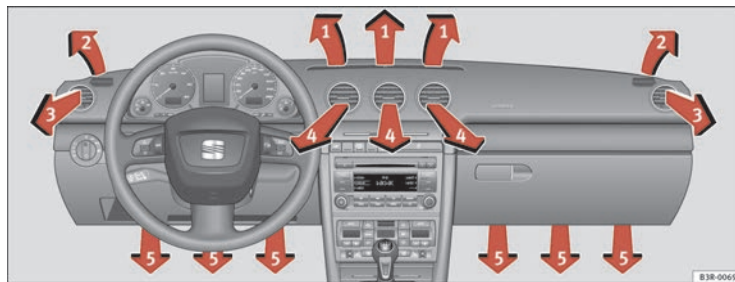

Fig. 143 Plancia portastrumenti: disposizione delle bocchette di ventilazione
Le bocchette (⇒ fig. 143 ③ e ④) si regolano nel seguente modo.
Le funzioni collegate ai tasti sono illustrate qui di seguito. I numeri si riferiscono alle bocchette di ventilazione ⇒ pag. 176, fig. 143.
Dopo aver spento il quadro strumenti, il motorino del ventilatore viene alimentato dal tettuccio solare. Ricordarsi di lasciare aperte le bocchette 3 e 4 → pag. 176, fig. 143 per ottenere una ventilazione ottimale.